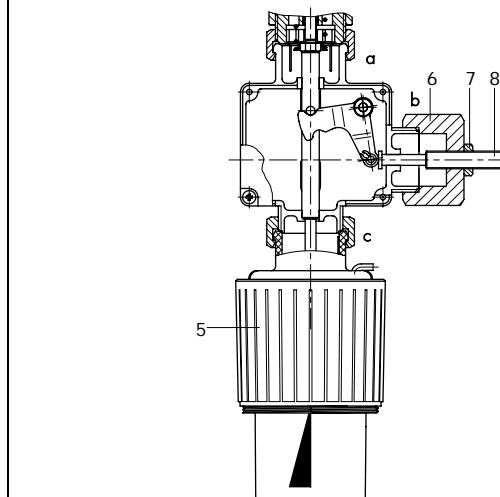

Fig. 4 - Doppio attacco Do3 K, termostato Tipo 2430 K e comando manuale
Doppio attacco Do3 K con comando manuale (fig 4) · Per la chiusura manuale della valvola o la limitazione della corsa · Attacco c per il termostato, attacco b per il comando manuale
Nei termoregolatori il **doppio attacco** viene installato tra valvola (1) e termostato di regolazione (5). Il termostato supplementare (fig. 4) viene montato sugli attacchi b e c. La connessione del comando manuale deve essere effettuata sull'attacco b.
La corsa dell'unità assemblata agisce direttamente (attacco c) oppure attraverso la leva (3) - attacco b - sul perno di trasmissione (4), che sposta l'asta dell'otturatore (2) e l'otturatore stesso. All'asta dell'otturatore vi è accoppiata l'unità con la corsa maggiore. Il comando manuale (fig. 4) in questo caso ha funzione di limitatore corsa.